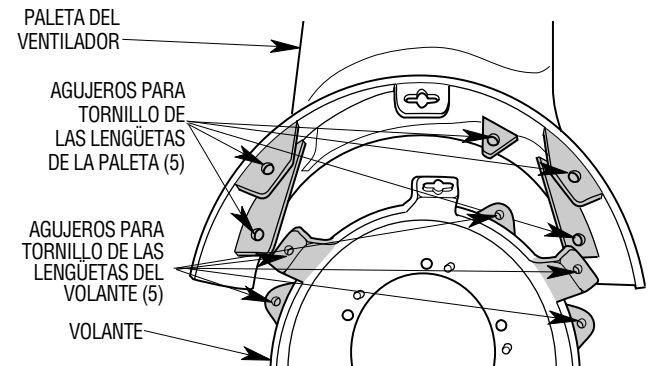
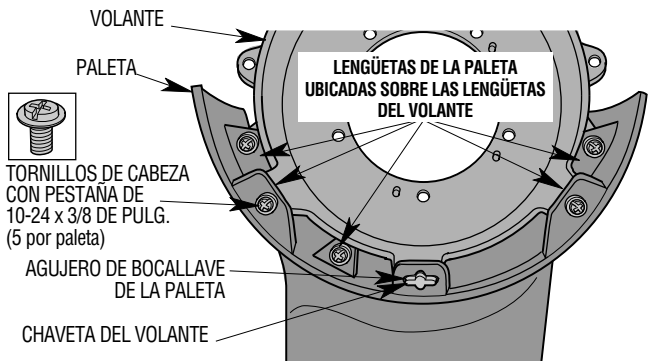

Figura 1B
Figura 1C
Coloque la paleta sobre el volante. Alinee los cinco agujeros para tornillo de las lengüetas de paleta y los agujeros de las lengüetas del volante (Figura 1B) y alinee las dos chavetas del volante en el interior de los dos agujeros de bocallave de la paleta (Figura 1C).
**NOTA:** Monte las paletas con las lengüetas de las mismas **SOBRE** las lengüetas del volante (Figura 1C).
Apriete firmemente la paleta en el volante utilizando cinco tornillos de cabeza con pestaña de 10-24 x 3/8 de pulgada (suministrados) (Figura 1C).